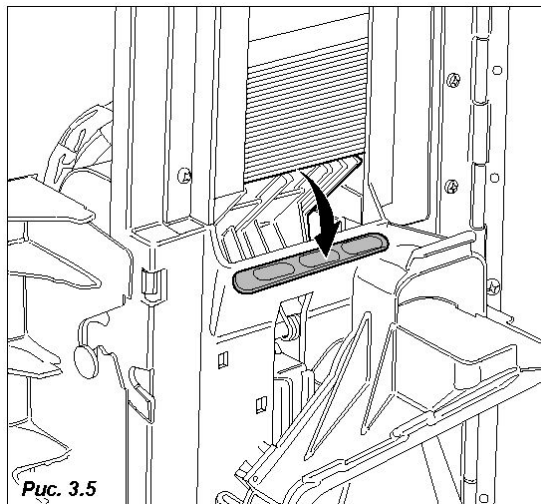

Рис. 3.5
- Подача ложек в стаканчики осуществляется с помощью раздаточного механизма, приводимого в действие редукторным электродвигателем (Рис. 3.5).